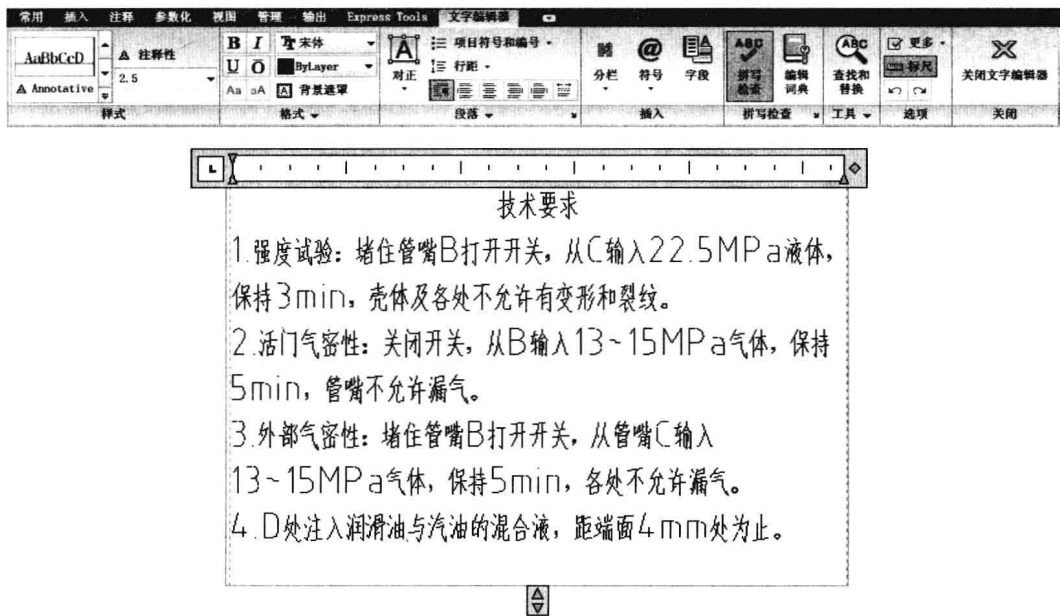

图 5-2-9
- (4) 单击一点，指定对角点位置，确定文本输入框的大小，并显示出“文字编辑器”选项卡，用于设置文字的格式。在“样式”面板中可以选择样式名称，设置文字高度，输入或粘贴文字，如图 5-2-9 所示。